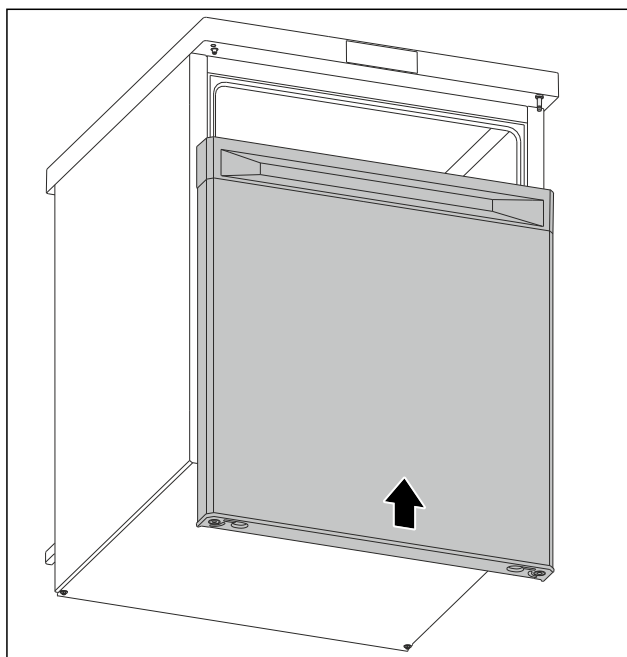

Fig. 15
- Lükake uks suletud seisundis ülemisele poldile. (vt. Fig. 15)